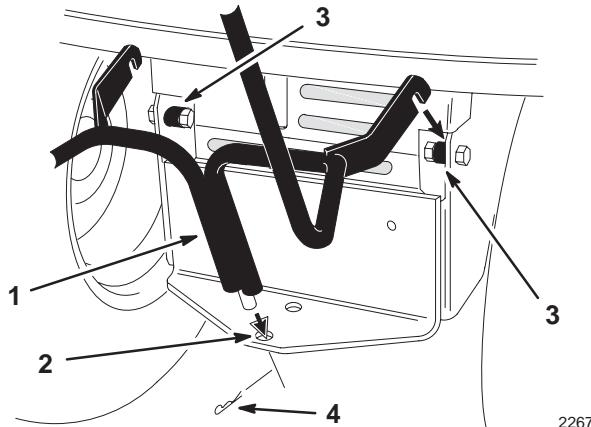

Figure 25
- Insérez le bas du support de fixation rapide dans le trou du point d'attelage et engagez les rainures avec les entretoises situées à l'intérieur du châssis du tracteur (Fig. 25).
- Insérez la goupille fendue dans le trou au bas du support de fixation rapide (Fig. 25).